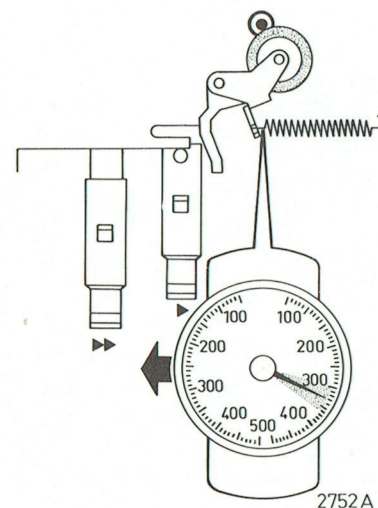

Fig. 4
5. Réglage de la force de pression du galet presseur 76, fig. 4
5. Einstellen der Andruckkraft von Andruckrolle 76, Abb. 4
5. Regolazione della forza del rullo preminastro 76, fig. 4